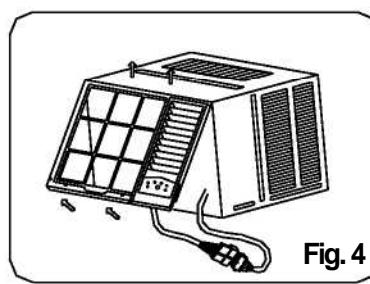

Fig. 4
2. Uhvatite levi ugao donje strane okvira, oslobođite spojnice, potom olabavite okvir (Pogledajte Fig.4).